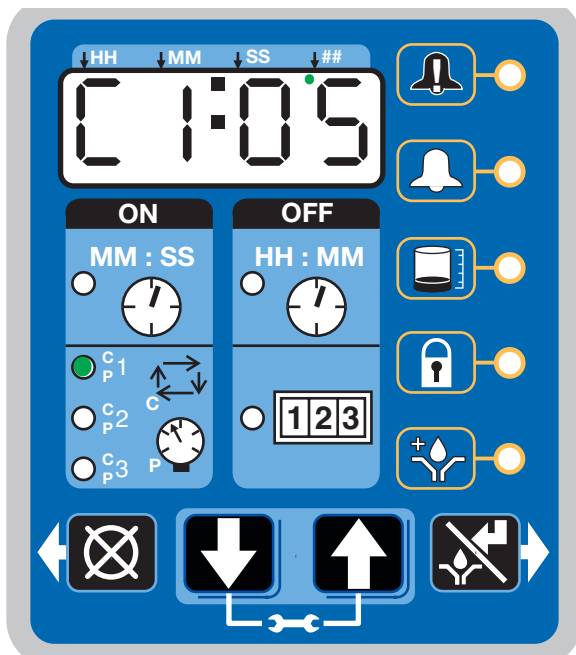

ABB. 49
- Das Display zeigt den Sensor (C1, C2, C3) und die verbleibenden Sensorzyklen an (ABB. 49).
Das Beispiel in ABB. 49 zeigt Sensor C1 mit 5 verbleibenden Zyklen an.